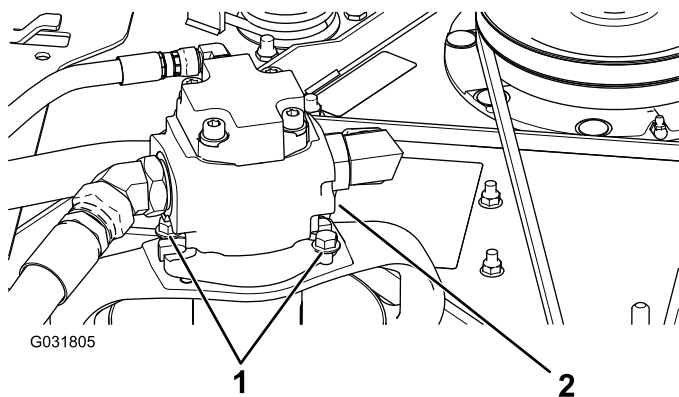

Figure 127
5. Enlevez les boulons qui fixent le moteur hydraulique à l'unité de coupe (Figure 127).
3. Enlevez les boulons qui fixent le moteur hydraulique à l'unité de coupe (**Figure 127**).